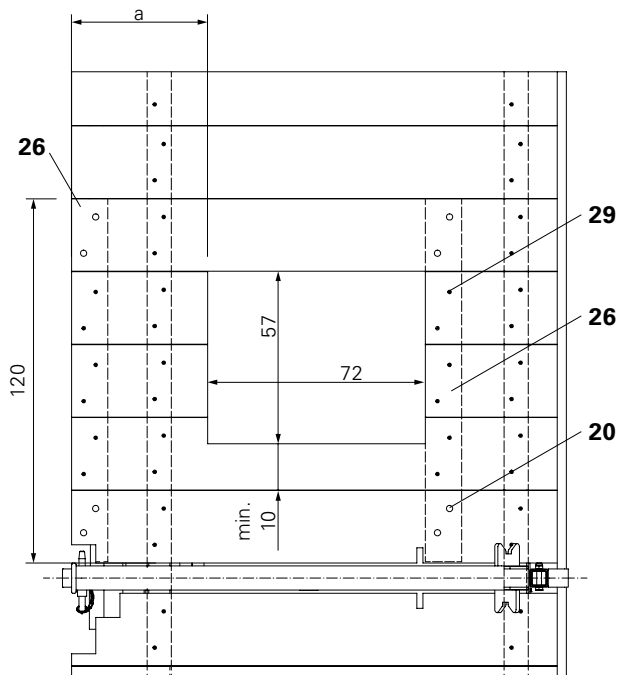
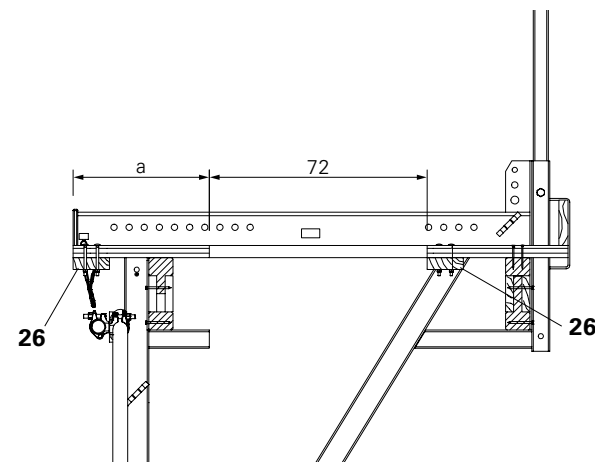

Fig. A2.02
Fig. A2.03
- Sostenere le tavole tagliate con travetti squadrati (26), $L = 120$ cm, min. 120×40 mm, e avvitarle con viti TSS-TORX 6 x 80 (29).
- Avvitare i travetti (26) con due viti a ciascuna tavola laterale continua.
Bullone a testa tonda DIN 603 M8 x 100 MU (20) con rondella ISO 7094 100 HV A8. (Fig. A2.02 + Fig. A2.03)